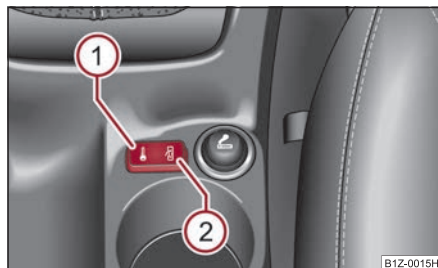

Fig. 44 Consola central:
- Pulsar la tecla **(1)** ⇒ fig. 44. El símbolo  en la tecla se encenderá.
- Pulsar la tecla **(2)** ⇒ fig. 44. En la tecla se apagará el símbolo .